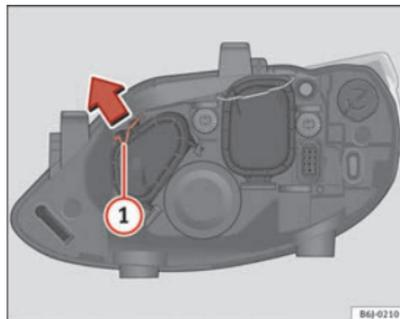

Fig. 157 Luz de posición
- Desplace el tirante ① en el sentido de la flecha y saque la tapa ⇒ fig. 157.